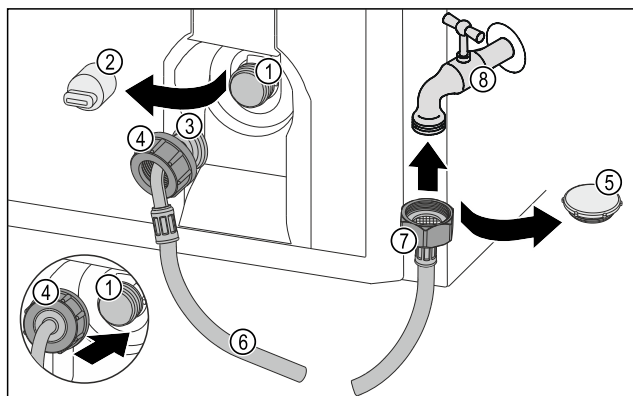

Fig. 32
- Uzavírací víčko Fig. 32 (5) odstraňte.
- Rovný konec hadice Fig. 32 (7) připojte k vodovodnímu kohoutku Fig. 32 (8).
- Utáhněte matici na rovném konci hadice Fig. 32 (7) ve směru hodinových ručiček.